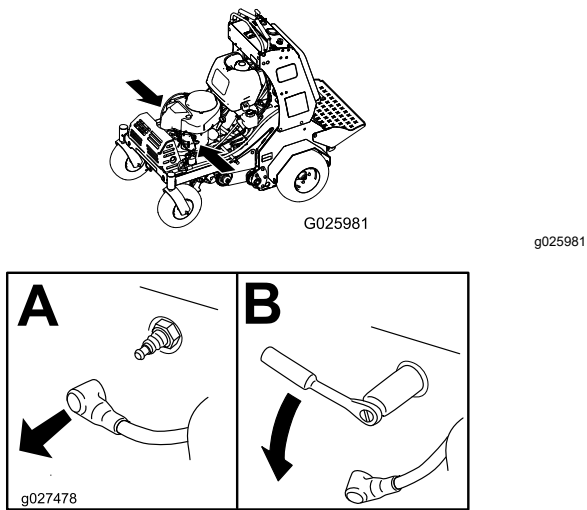

Figura 45
2. Retire la bujía, según se muestra en Figura 45.